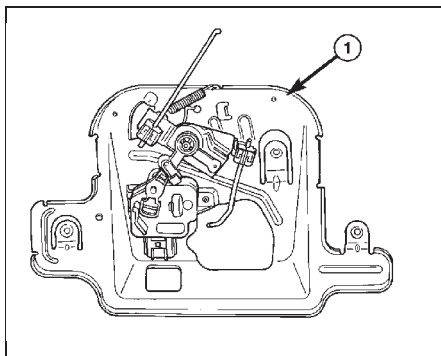

Рис. 7. Панель узла управления дверью багажного отделения.
- (1) Снимите панель отделки двери багажного отделения.
- (2) Отсоедините тяги (рис. 7).